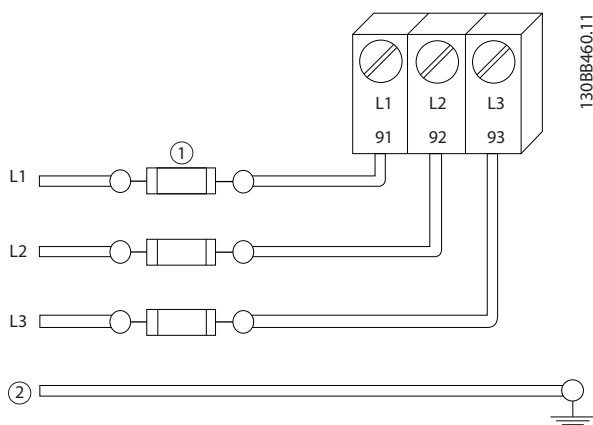

Ilustración 2.4 Fusibles del convertidor de frecuencia
- Todos los convertidores de frecuencia deben contar con protección contra cortocircuitos y sobreintensidad. Se necesitan fusibles de entrada para proporcionar esta protección. Consulte *Ilustración 2.4*. Si no vienen instalados de fábrica, los fusibles deben ser suministrados por el instalador como parte de la instalación. Consulte los valores nominales máximos de los fusibles en *10.3.1 Protección*.